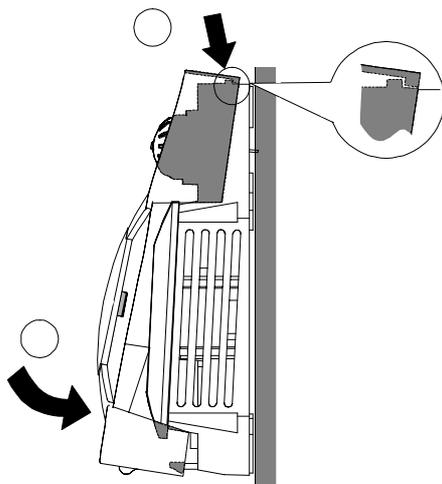

Abb. 5 Gehäusemontage der T7460-Geräte
8. Montieren Sie das Gehäuse gemäß Abb. 5 und stellen sicher, dass der Riegel an der Unterseite einrastet.